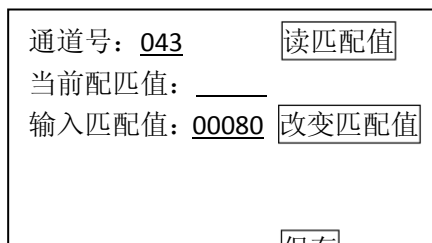

图 4-10
- 5、输入通道号 043，点击【输入匹配值】项输入新值 80；(如：5000 公里输入 50 或者 8000 公里输入 80)，(注：汽车行驶 8000 公里后保养灯闪烁提示需要保养) 如图 4-10;